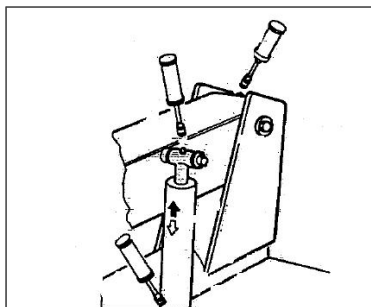
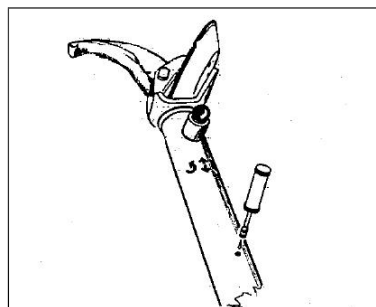

Рис. 35
Рис. 36
- 3) Периодически смазывайте подъемный цилиндр кронштейна кулачкового зажима и шарниры. Заправьте смазку через предусмотренные конструкцией масленки (см. рис. 35). Используйте стандартную смазку. Смажьте цилиндр монтажной лапы (см. рис. 36).